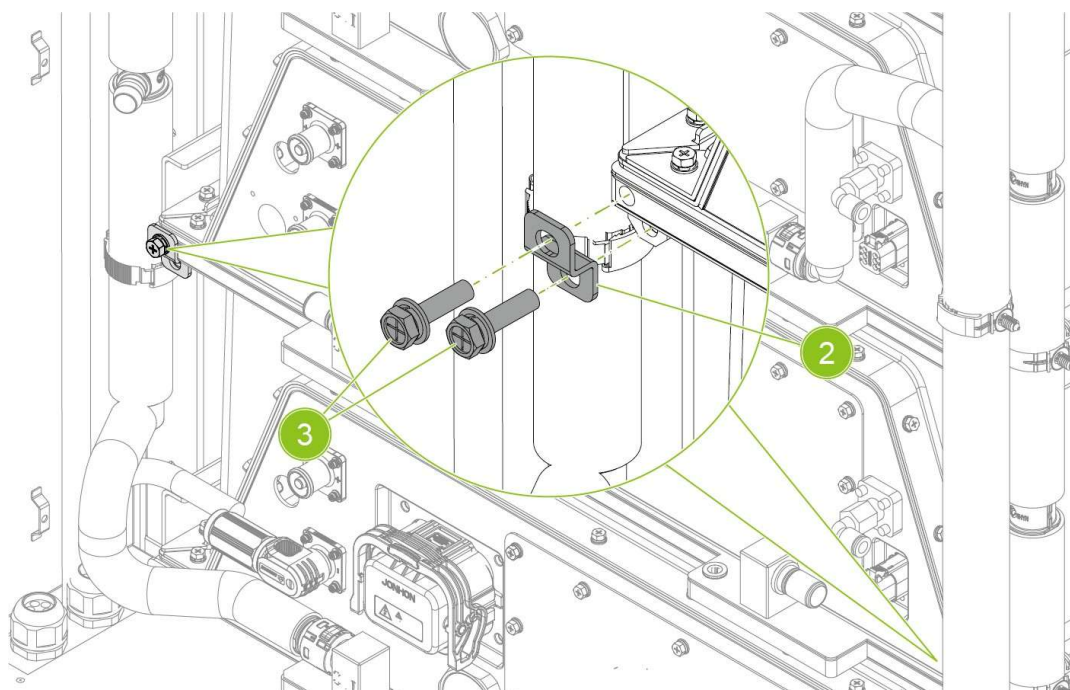

Fig. 9-7 Remova as ferramentas de fixação da bateria
2. Gire para a esquerda para apertar e fechar a válvula de exaustão de ar na tubulação de resfriamento; consulte a Fig. 9-7. Drene o líquido de resfriamento.